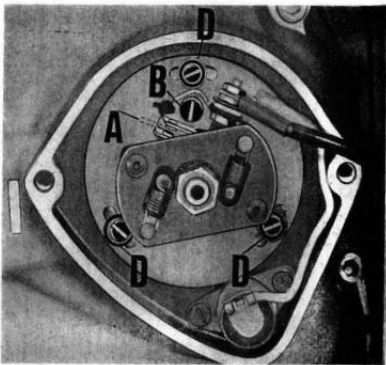

Fig. 18
(vedere fig. 18)
- Verificare l'apertura dei contatti del rotore (A di fig. 18) deve essere di mm $0,42 \div 0,48$.
Quando i contatti del rottore iniziano l'apertura la lampada si accende, se i contatti si aprono prima o dopo il punto stabilito occorre allentare le viti (D di fig. 18), che bloccano il rottore sul coperchio trasmissione, indi ruotare il rottore a destra o a sinistra affinché i contatti iniziano l'apertura esattamente al punto stabilito.